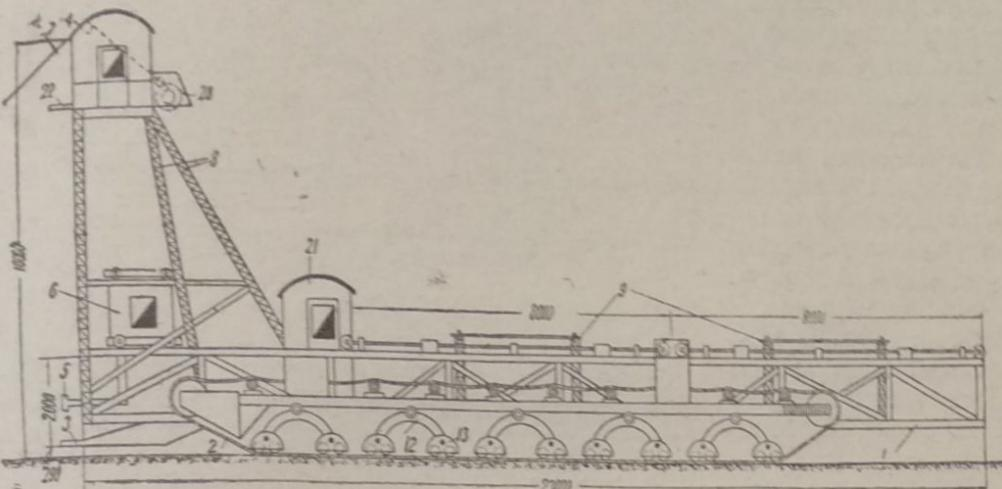

Рис. 1
На рис. 1 приведен общий вид запроектированного комбайна. На гусеничном ходу (2) покоятся металлическая площадка (1) размером 8 м × 23 м. В передней части площадки (1) расположен механизм (3) для спиливания деревьев с корнем. Ширина охвата лесосеки комбайном с одной стоянки равна 5 м. Пильных механизмов два
Гусеничный ход комбайна запроектирован таким образом, что все неровности высотой до 50 см не будут препятствовать передвижению комбайна по лесосеке. Для этой цели опорные рамки (13) гусеничного хода (2) (рис. 1) могут поворачиваться в вертикальной плоскости благодаря шарнирной обойме (12).